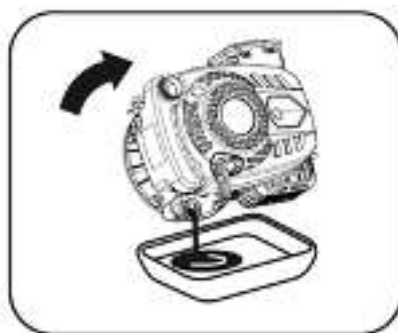

Рис. 19
4. Наклоните газонокосилку на бок и слейте отработанное масло из картера двигателя через масляналивную горловину в заранее подготовленную емкость (рис. 19).